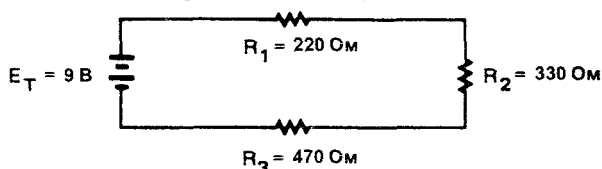

Рис. 7-4.
4. Какая мощность выделяется на каждом резисторе в цепи, изображенной на рис. 7-4?